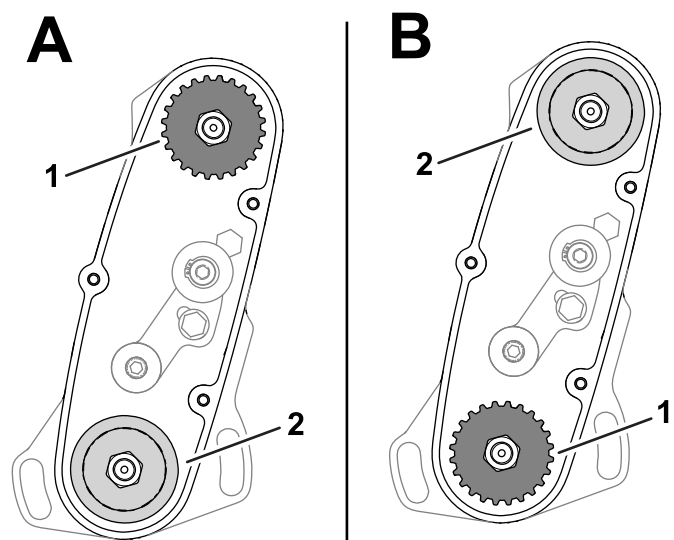

Figura 15
- Posição **ALTO**: “A” em Figura 15
- Posição **BAIXO**: “B” em Figura 15